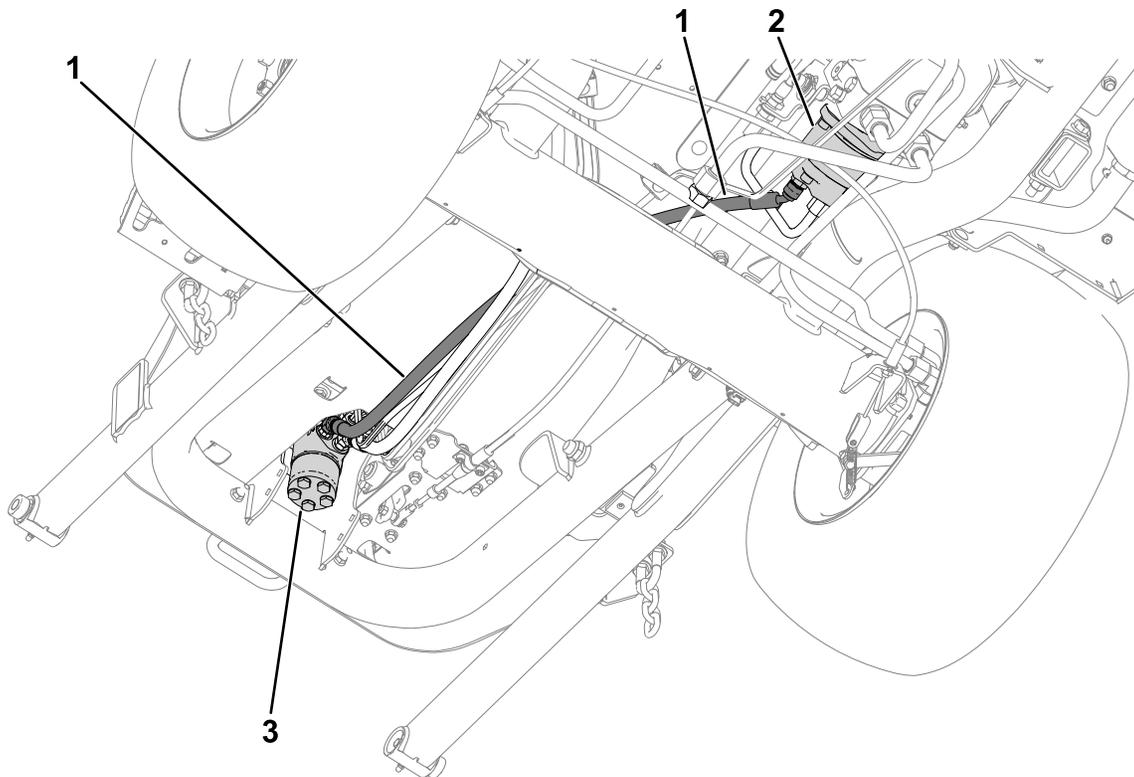

図 11
5. 油圧ホースのルートが図 11 のようになっていることを確認する。